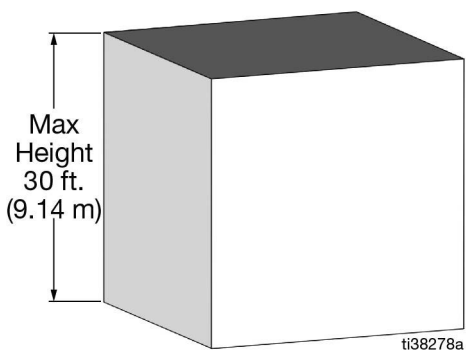
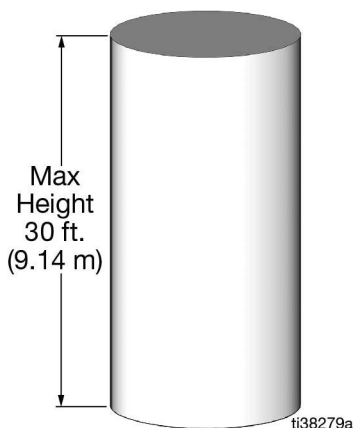

FIG. 14
FIG. 15
- Las paredes del depósito deben ser uniformemente verticales desde el nivel de vacío a lleno (FIG. 14 y FIG. 15).